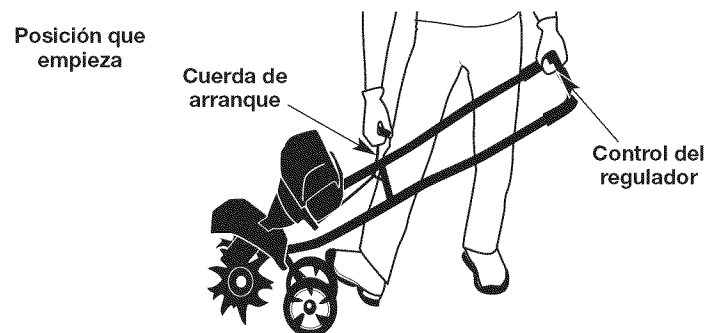

Fig. 6
ADVERTENCIA: Evite los arranques accidentales. Colóquese en posición de inicio cuando tire de la cuerda de arranque (Fig. 6). El operador y la unidad deben estar en una posición estable al arrancar la unidad para evitar graves lesiones personales.
5. Párese en la posición de arranque (Fig. 6). Sostenga el manubrio y apriete el control del regulador con una mano. Sostenga la cuerda de arranque con la otra mano. Use el pie para aguantar las ruedas.
NOTA: Tenga siempre la unidad ligeramente inclinada para que los dientes estén separados del suelo al arrancarla (Fig. 6).